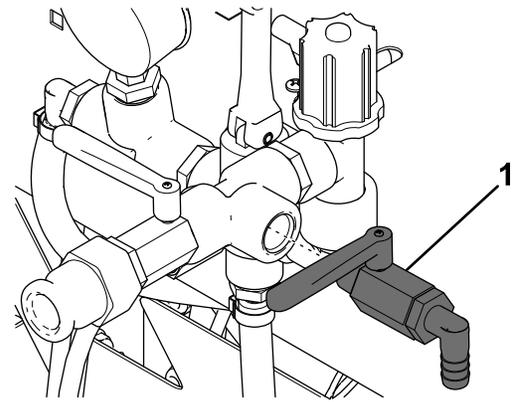

Bild 5
4. Tragen Sie Gewindegicherungspaste auf das Ende des Haupttankventils auf und befestigen Sie dieses an der Seite des Rückschlagventils (**Bild 5**).